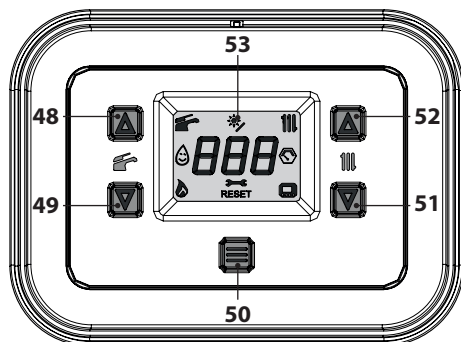
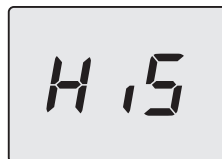
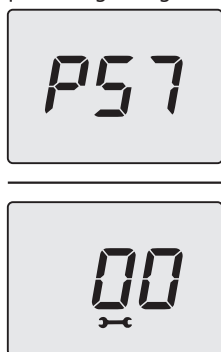

Figura 5.47
Figura 5.48
Figura 5.51
- Entrare in "modalità programmazione" premendo contemporaneamente per 5 secondi i tasti 49 e 51 (Figura 5.47) fino a far apparire sul display LCD le lettere **HiS** che indicano il menu "Storico delle caldaia" (Figura 5.48).
- Premere per 1 sec. il tasto 50 (Figura 5.47) per entrare nel parametro selezionato. Il display visualizzerà quanto segue (Figura 5.51).
- Premendo il tasto 50 (Figura 5.47) si ottiene la conferma del valore inserito. Il display visualizza
- Premendo contemporaneamente i tasti 49 e 51 (Figura 5.47) si esce senza modificare il valore (ritorno al livello precedente).
- tenere premuti contemporaneamente i tasti 49 e 51 per 5 sec. (Figura 5.47) (ritorno al livello precedente).